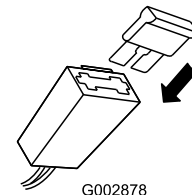

Bild 41
2. Setzen Sie die Sicherung in den Sicherungshalter ein (Bild 41).